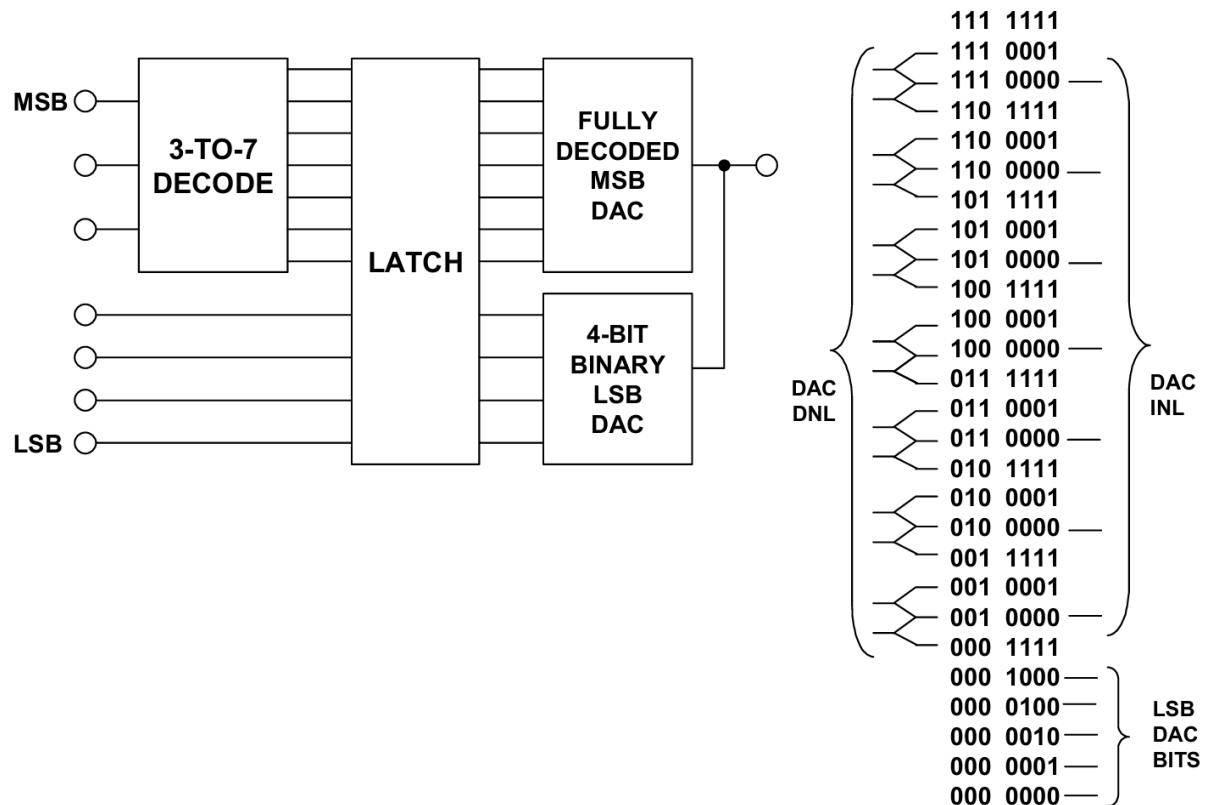

Figure 5.11: 3-Bit x 4-Bit Segmented 7-Bit DAC Test Codes
1. Page 271的Figure 5.11 要怎么理解？
2. 利用matlab建模一个如图5.11所示的3+4-bit的DAC并plot出传输特性曲线。